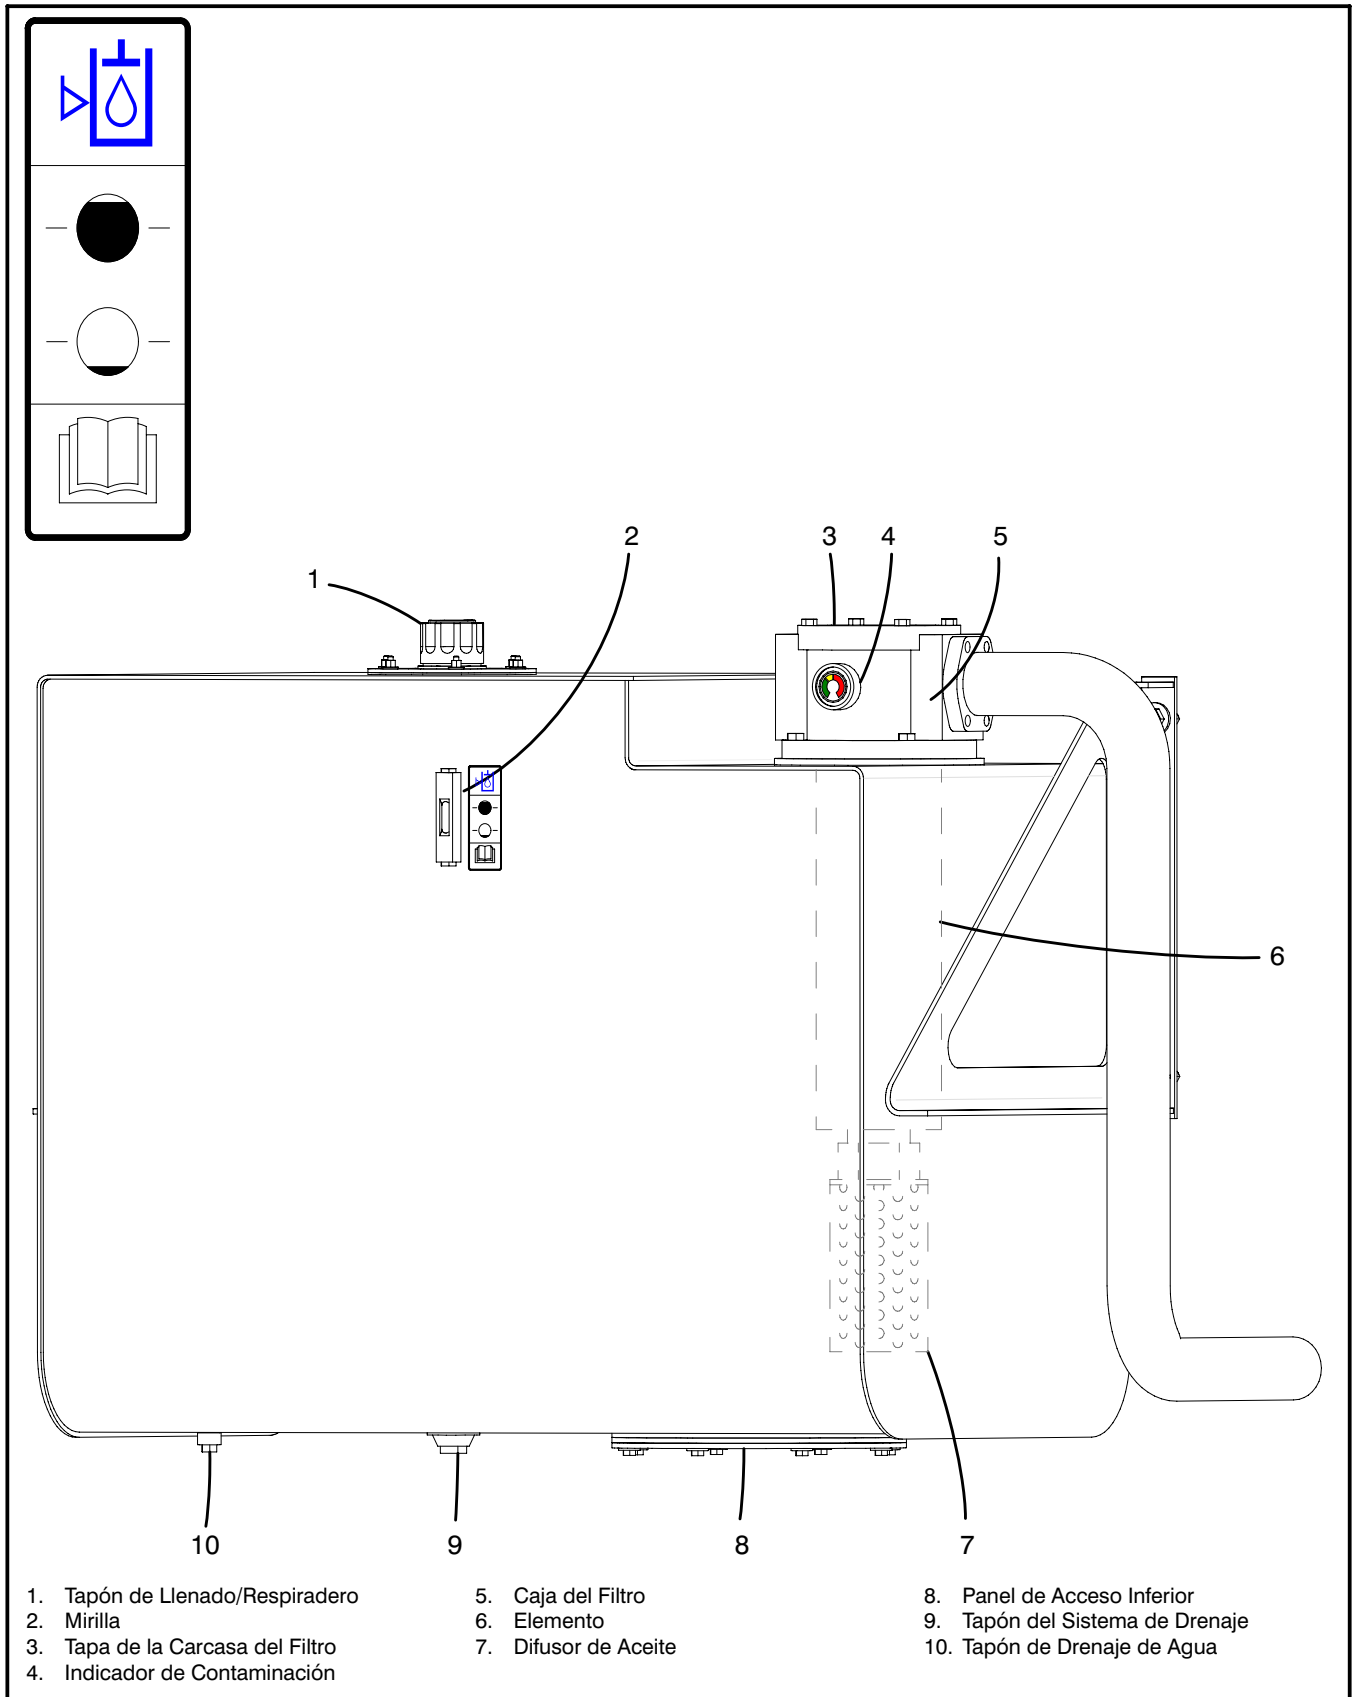

Figura 2–13
2. Aliviar cualquier presión atrapada en el sistema hidráulico aflojando el tapón de llenado / respiradero, situado en el depósito hidráulico, 1/4 de vuelta hasta que la presión esté completamente aliviada. Consulte la Figura 2–13.